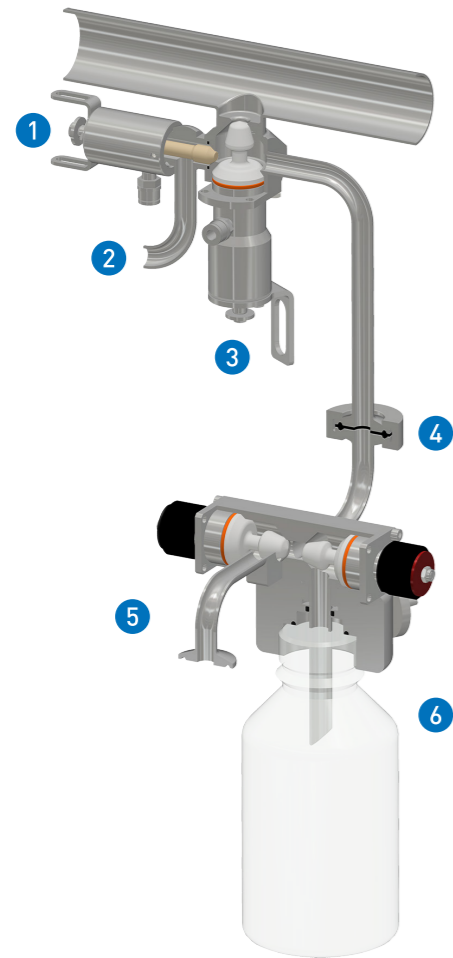

Bild 1
2. Nachdem die Flasche (Bild 1) im Autoklaven sterilisiert wurde, die Flasche an den Abgang zur Probenahme anschließen. Beide Ventile der Flasche (Ventil 5 und Ventil 6) sind geschlossen.